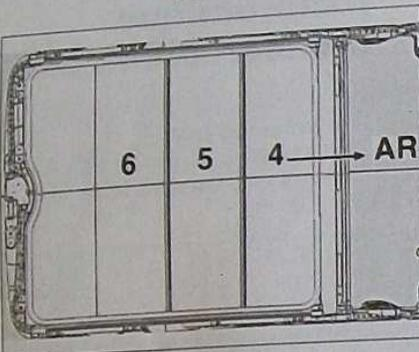

FIG. 68
En agissant sur la commande (3) par paliers successifs, dégager les 3 premiers volets occulteurs (4, 5 et 6) dans le sens AR les uns après les autres (Fig.68).